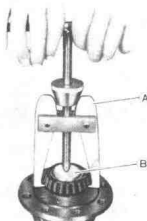
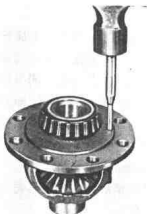

图 13-17
图 13-18
(17) 用专用工具拉出差速器左侧轴承及调整垫片,见图13-17。
(18) 检查差速器轴承的内外滚道,以及滚子等是否有严重磨损、烧损等现象,转动是否灵活平稳、否则应更换。
(19) 用专用工具冲出弹性圆柱销,见图13-18。
(20) 取出行星齿轮轴后,取出行星齿轮、球形垫圈、半轴齿轮、半轴齿轮调整垫片。
(21) 检查行星齿轮,半轴齿轮齿面是否有裂纹、严重磨损以及断齿等缺陷。如有上述缺陷时,则